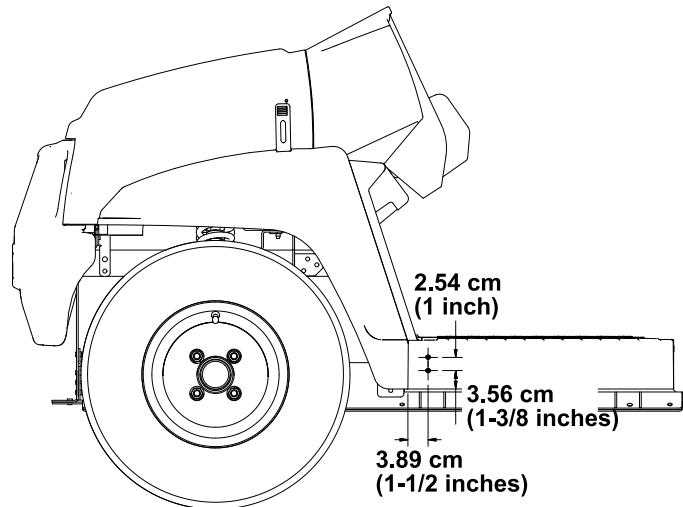

図 23
1. 機体の左右のフロアプレートの外側の、図 23 に示された寸法位置に、直径 8mm の穴を 2ヶ所開ける。